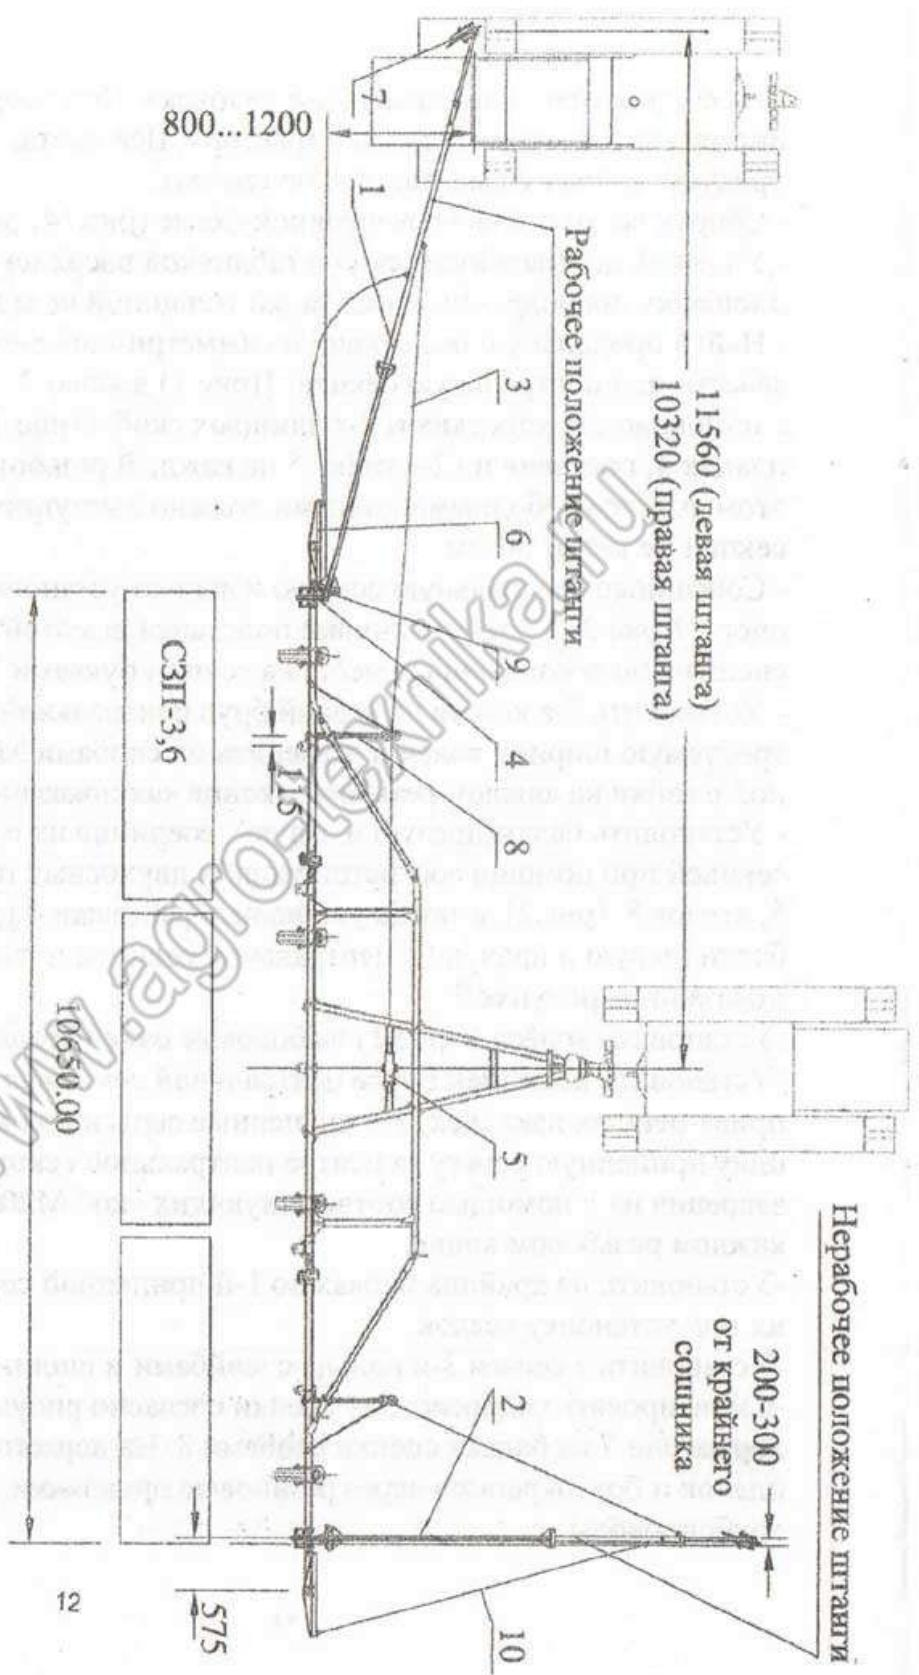
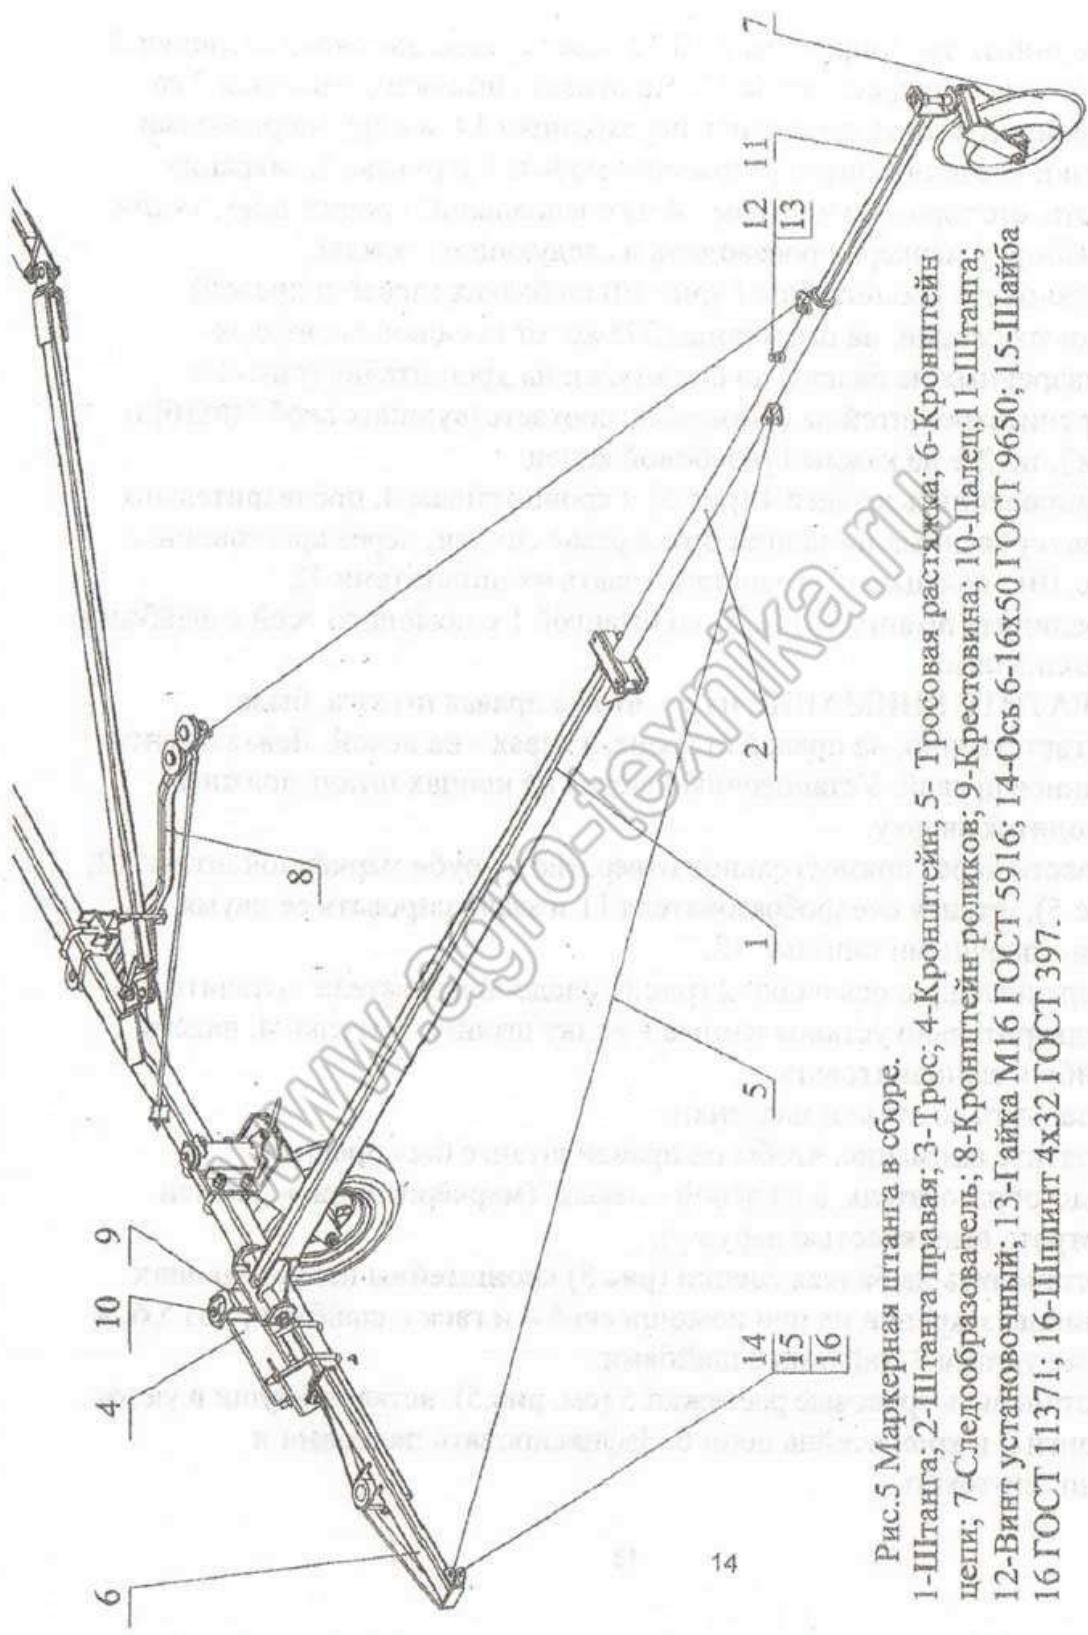
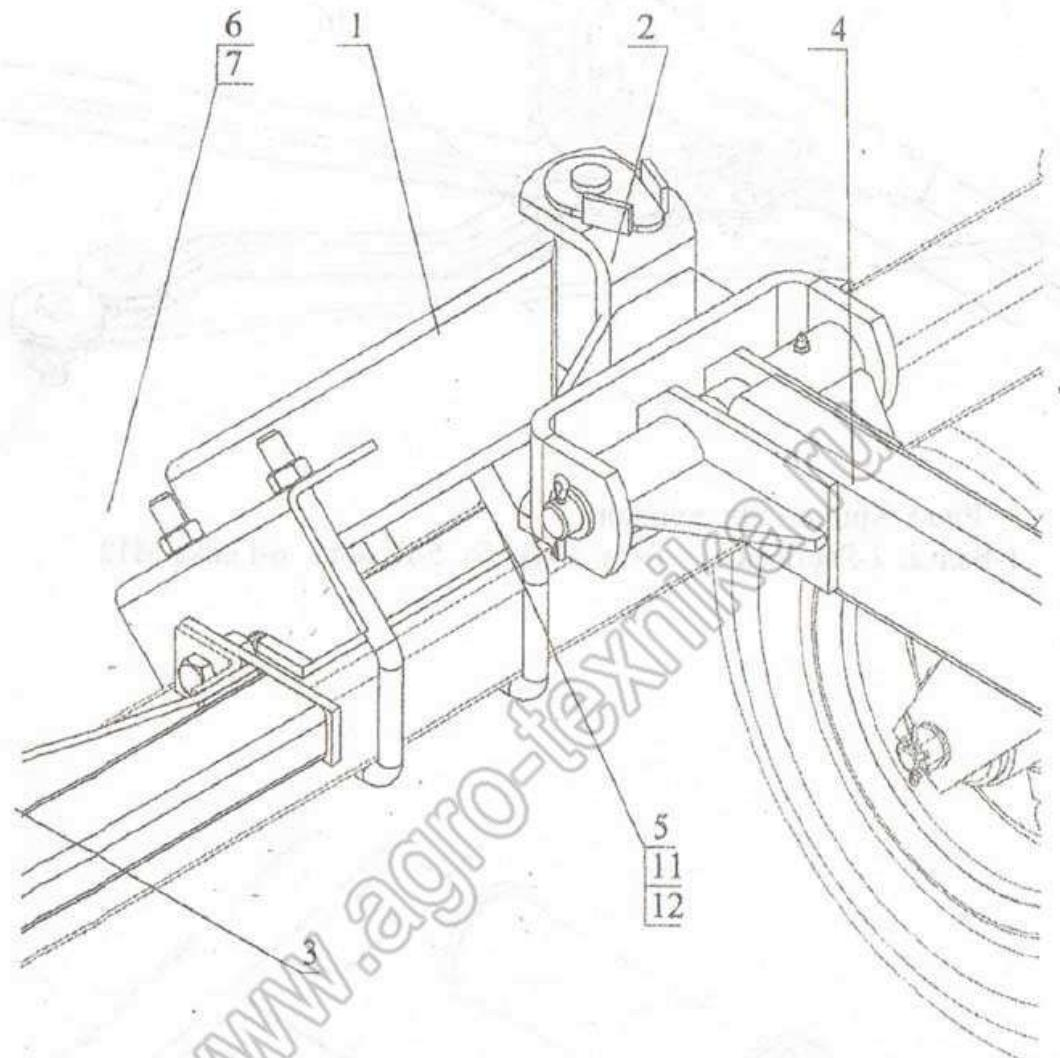

Рис.4 Схема установки маркера для 3-х сеялочного агрегата.
Рис.5 Маркерная штанга в сборе.
Рис.10 Кронштейн с крестовиной маркера.
- 2.5. Маркер (рис.4,5) служит для образования хорошо видимого следа (борозды), параллельно движению агрегата, что обеспечивает постоянство размера стыкового междурядья и прямолинейность последующего движения з-х сеялочного агрегата. Он состоит из короткой (правой), длинной (левой) маркерных штанг, соединенным между собой тросом, пропущенным через амортизатор и ролики.
-Установите кронштейны 1 (рис.10) на балках (левой и правой) боковых секций, на расстоянии 575мм. от посадочных втулок приваренных на балках, до оси втулки на кронштейне (рис.4) и закрепите кронштейны с помощью соответствующих скоб 6(M16) и гаек 7, по 2-е на каждый резьбовой конец.
- Присоединить штанги 1 (рис.5) к кронштейнам 4, предварительно смонтированных на заднем брусе рамы сцепки, через крестовины 2 (рис.10), пальцами 5 и зашплинтовать их шплинтами 12.
-Соедините штангу 2 (рис.5) со штангой 1 с помощью осей с шайбами и шплинтами.
- Ввести через прямоугольное отверстие в трубе маркёрной штанги 2, (рис.5), штангу следообразователя 11 и зафиксировать ее двумя установочными винтами 12.
- Установить тросовые растяжки 5 (см. рис.5), вставив коушки в ушки штанги 2 и кронштейна цепи 6. Зафиксировать пальцами и зашплинтовать.
-Установить трос, поз.3 (рис.5). Коуши троса присоединить с помощью пальцев со шплинтами к ушкам штанг.